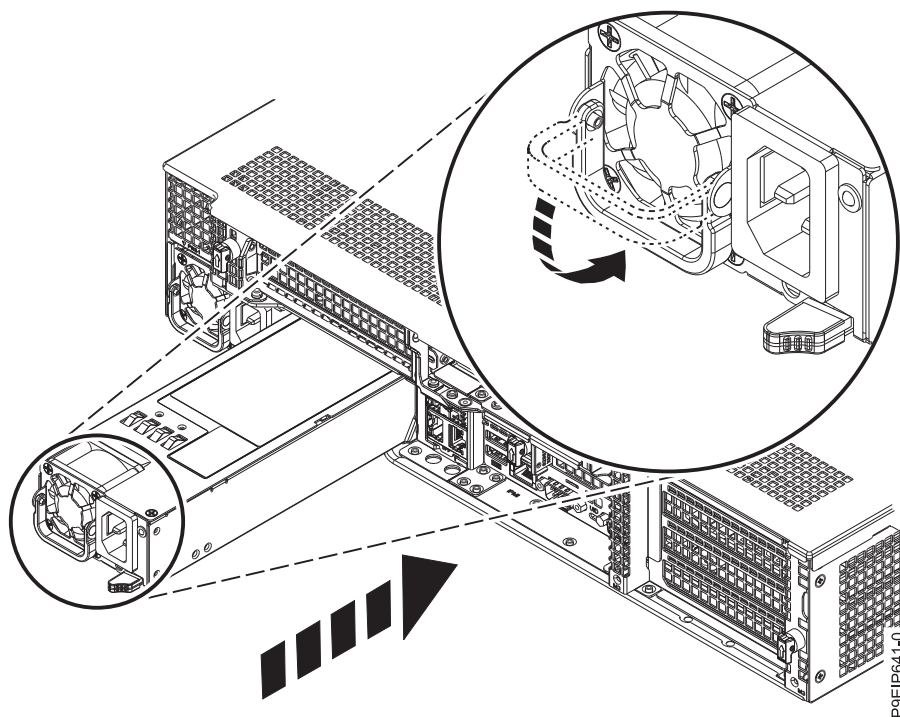

Figure 62. Remise en place d'un bloc d'alimentation dans le système
2. Alignez le bloc d'alimentation avec la baie comme indiqué dans la figure 62. Le ventilateur se trouve à gauche et le connecteur à droite. Faites glisser l'alimentation dans le système jusqu'à son enclenchement.